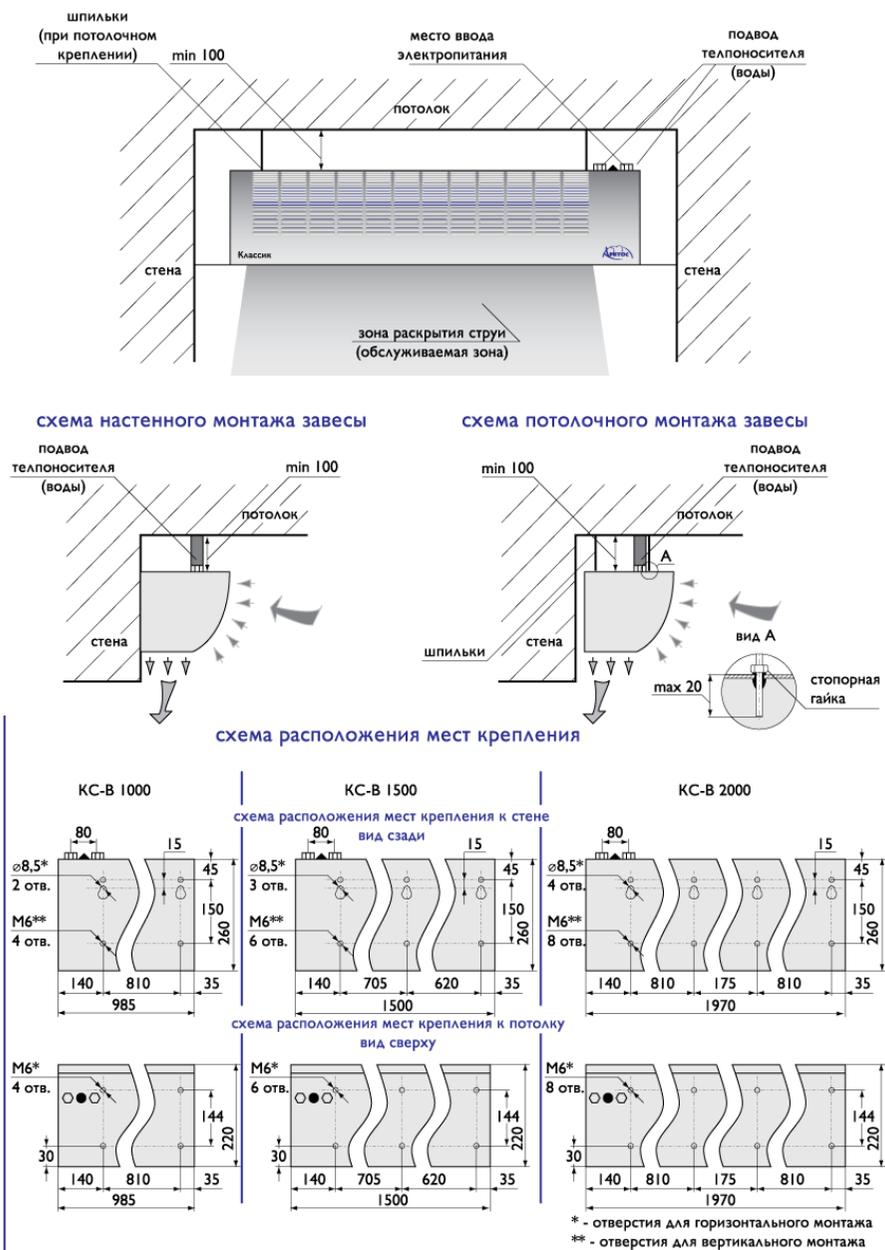

Рис. 1. Конструктивные схемы завес КС-В (А).
вращающейся крыльчаткой через ряды пазов на корпусе, проходит через воздушный фильтр, между оребренными трубками теплообменника, нагревается и выбрасывается через воздуховыпускную решетку в нижней части корпуса (см. приложение 1, рис. 1).
6.7. Для крепления на стене в задней стенке завесы предусмотрены отверстия диаметром 8,5 мм под крепеж (см. приложение 1, рис. 1)
7.1. Установить завесу над проемом, выдерживая расстояния, указанные на рис.1, приложение 1.